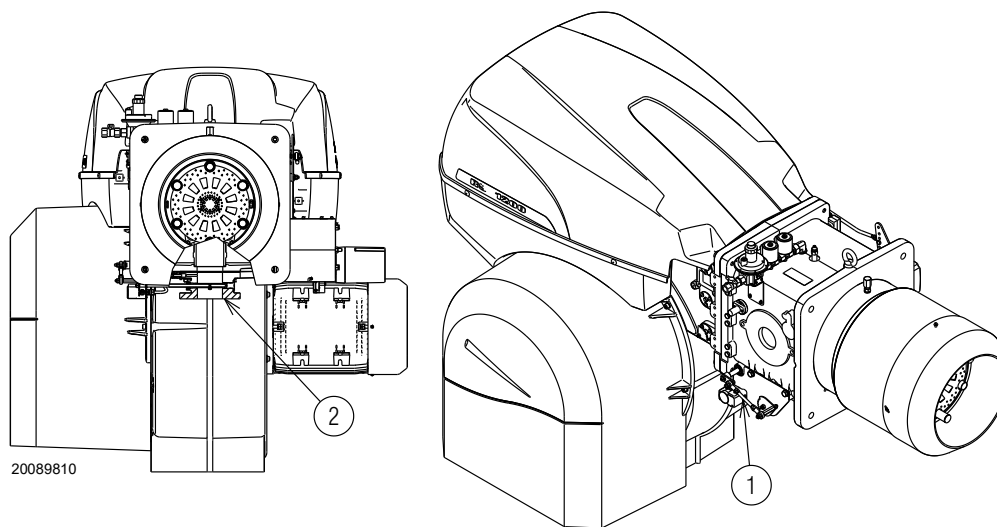

Abb. 18
Gasdruck, an der Entnahmestelle 1)(Abb. 18 der Seite 20) gemessen mit:
Strömungsverlust Gasdrossel 2)(Abb. 18 der Seite 20) bei maximaler Öffnung: 90°.
- Ziehen Sie vom Gasdruck am Anschluss 1)(Abb. 18 der Seite 20) den Druck in der Brennkammer ab.
Gasdruck an der Entnahmestelle 1)(Abb. 18) = 41,9 mbar
Um stattdessen den an der Entnahmestelle 1) notwendigen Gasdruck zu ermitteln (Abb. 18), nachdem die höchste Modulationsleistung festgelegt wurde, bei der Brenner arbeiten soll:
- Lesen Sie rechts, in Spalte 1, den Druck an der Entnahmestelle 1)(Abb. 18) ab.
An der Entnahmestelle 1)(Abb. 18) erforderlicher Druck.